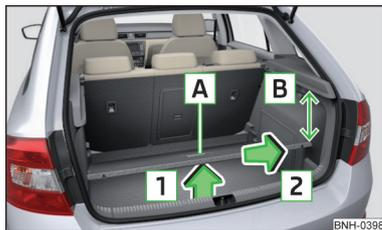

Fig. 98
- Levantar el suelo de carga variable en el mango **A** en sentido de la flecha **1** de forma que su parte trasera se encuentre unos 15 cm **B** por debajo del borde de la cubierta » fig. 98.
- Agarrar el suelo de carga variable por el agarradero **A** » fig. 98.
Al extraer/introducir el suelo de carga variable se debe respetar la distancia de 15 cm **B** » fig. 98 por debajo del borde de la cubierta - De lo contrario existe peligro de dañar la junta de la tapa del maletero.